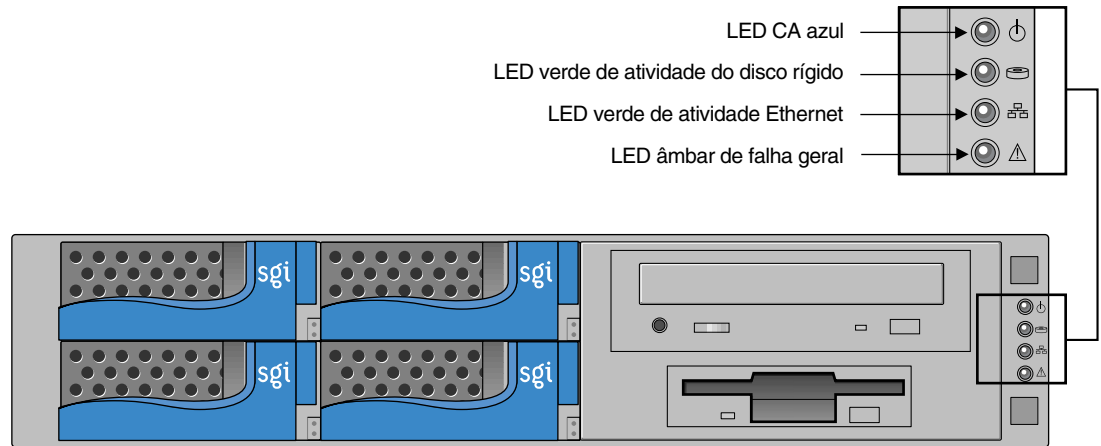

Figura 1 Vista frontal do SGI 1200 sem a tampa
3. Remova a placa de proteção (se estiver presente) da unidade de disquete. A Figura 1 mostra a localização da unidade na parte frontal do servidor (sem a tampa plástica frontal).
Verifique se o LED de ativação (ilustrado na Figura 1 na página 27) no painel frontal está aceso. Uma descrição completa desses LEDs é fornecida no *Guia do usuário* do servidor.